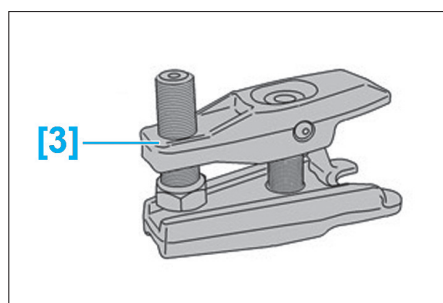

Fig. 3
- [3]. Extracteur rotule (réf : 5707-T) (Fig.3).